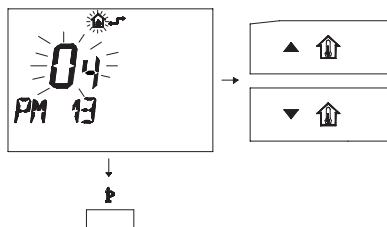

Figura 5.54
- Modificare il SET programmato agendo sui pulsanti ▲ o ▼ e aspettare che il numero programmato cominci a lampeggiare (Figura 5.54).